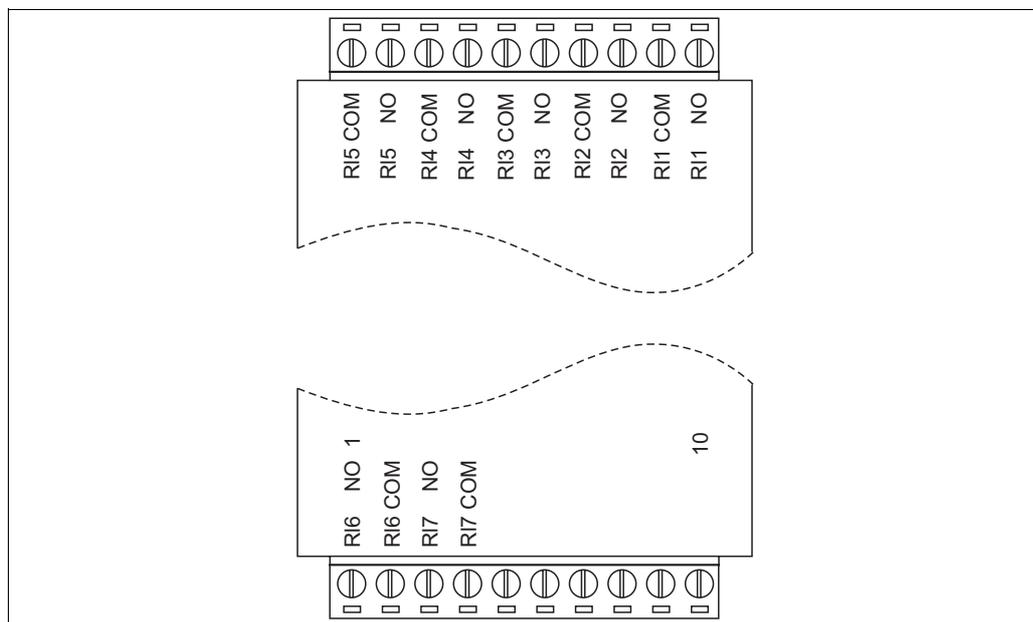

Fig. 14: Connessione del modulo relè
3. Fissare il cavo di collegamento al modulo relè (v. Fig. 14).